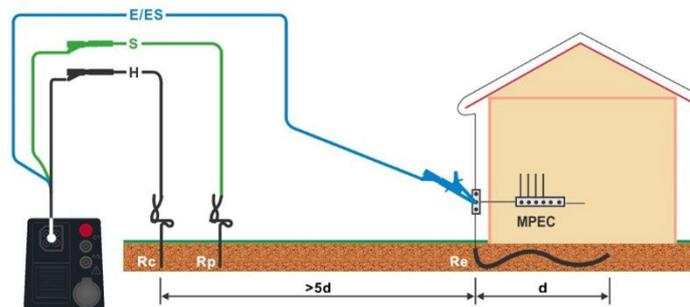
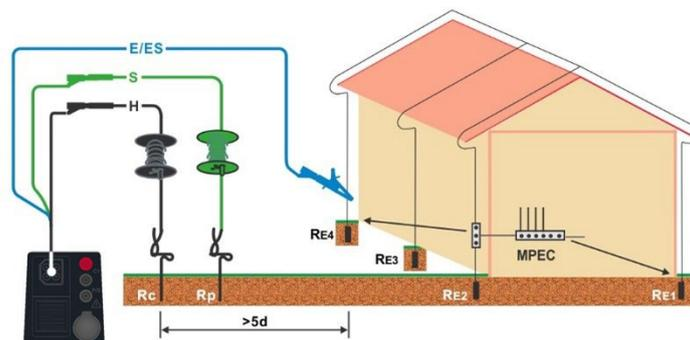

Abbildung 7.47: Erdungswiderstand, Messung der Haupterdung mit optionalem Erdungsset (044113)
Abbildung 7.48: Erdungswiderstand, Messung einer Blitzschutzanlage mit optionalem Erdungsset (044113)
- › Schließen Sie die 3-Leiter-Prüfleitung am Prüfobjekt an, siehe **Abbildung 7.47** und **Abbildung 7.48**.